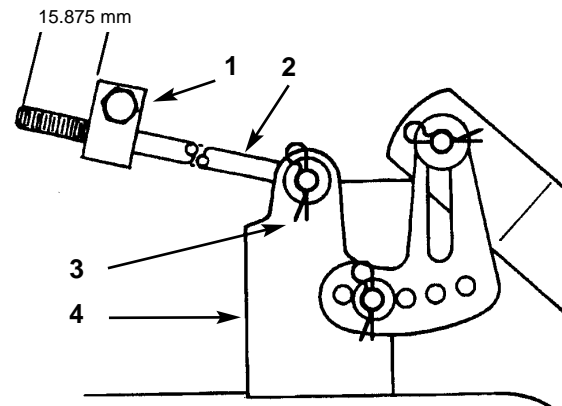

Fig. 51
5. Misurare la lunghezza dell'asta che protrude davanti al blocco di regolazione, ai lati del telaio (Fig. 51). Se la lunghezza dell'asta non è di 15,875 mm, togliere la coppiglia a forcina e la rondella dall'estremità dell'asta (Fig. 51) e girare l'asta fino ad ottenere la dimensione di 15,875 mm. Inserire quindi il capo dell'asta nel foro dell'attacco del tosaerba, e fissare con la rondella e la coppiglia a forcina. Ripetere questa operazione dal lato opposto del tosaerba.